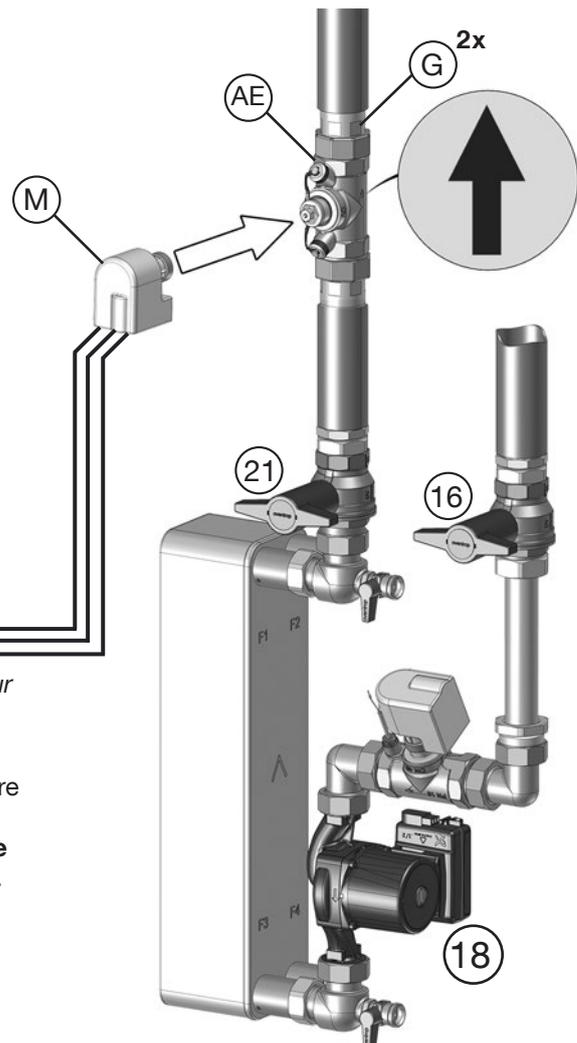

Fig. 4.12: Montage du dispositif d'arrêt et du moteur
- Fermer les robinets à tournant sphérique (16 et 21) de la station de production d'eau chaude sanitaire (voir Fig. 4.12 en page 22).